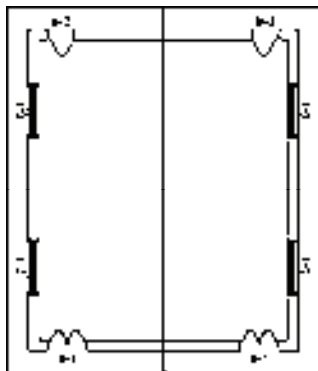

图 7-97 打开素材
1) 按〈Ctrl+O〉组合键，打开配套光盘提供的“第 7 章/7.3.6 加老虎窗.dwg”文件，如图 7-97 所示。